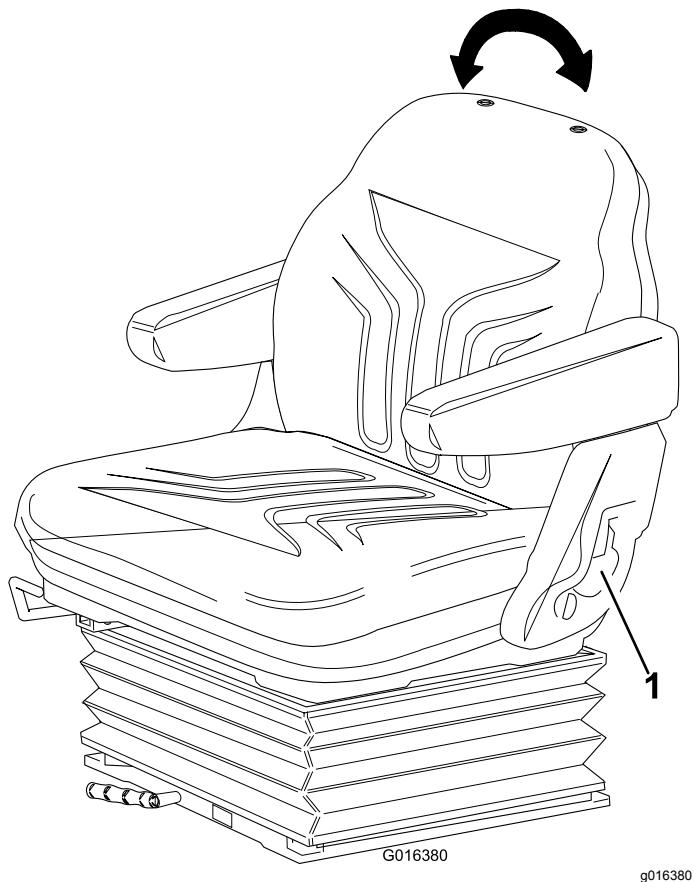

Figura 14
- **Ajuste do apoio:** Puxe o manípulo para fora para ajustar o ângulo de apoio do banco. Solte o manípulo para bloquear o apoio do banco nessa posição (Figura 14).